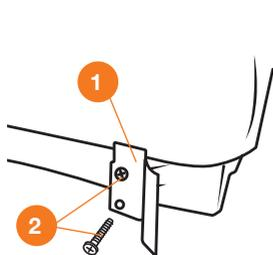

Рис. 6
- На защитный кожух установите подрезной нож **1** и закрепите его двумя саморезами **2**, снимите с ножа защитную накладку и убедитесь в том, что нож обрезает леску при ее избытке во время вращения катушки на необходимую длину иначе леска создаст дополнительную нагрузку на привод и двигатель (Рис. 6).